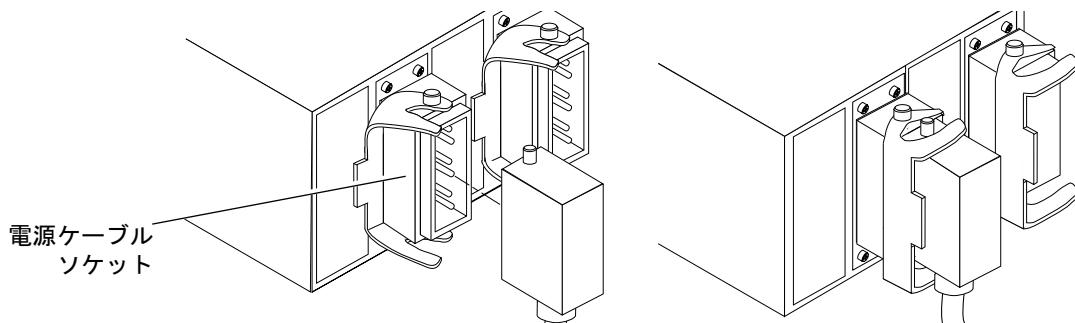

図 3-13 RTU アセンブリへの電源ケーブルの接続
7. 電源ケーブルを RTS モジュールに接続し、ロックレバーでコネクタをロックします(図 3-13)。